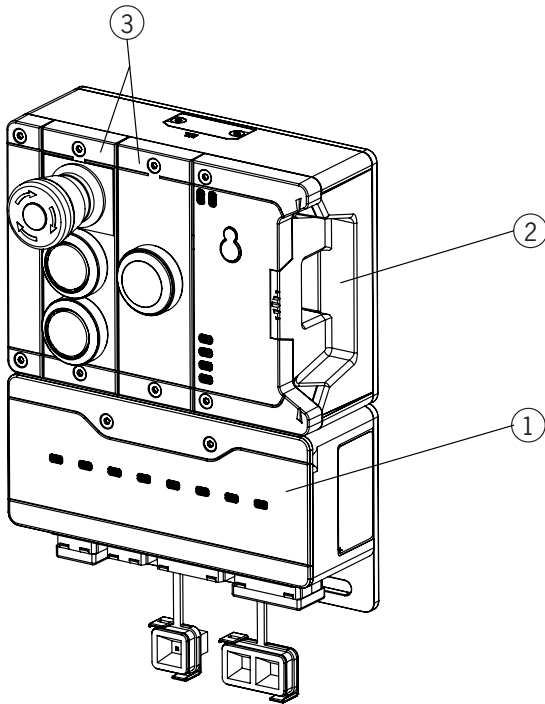

Figure 1 : Exemple de système MGB2 Modular
Les modules peuvent être composés à leur tour de sous-modules. *Figure 1* montre une structure typique d'un système composé d'un module de bus MBM (1), d'un module d'interverrouillage MGB2-L... (2) et de ses sous-modules MSM (3). Un système complet peut se composer de jusqu'à 18 modules / sous-modules.